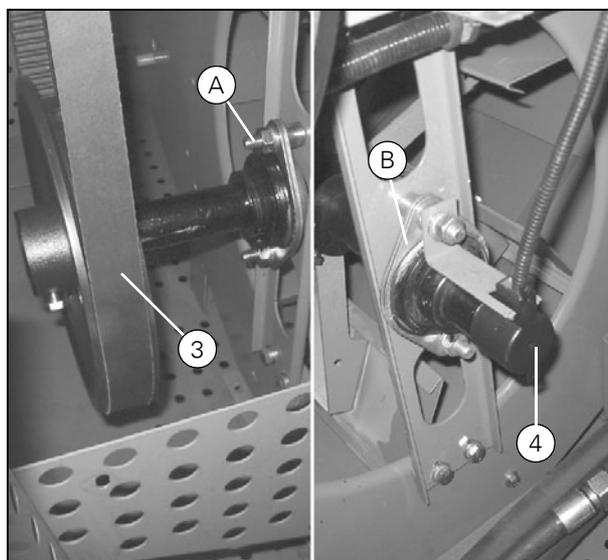

Рисунок 2
8. Снимите внешний подшипниковый фланец на обеих сторонах (А) + (В) (Рис. 2).
- Отрегулируйте зазор (С) между лопастями вентилятора и задним краем корпуса веялки до значения  $8 + 2/-0$  мм. Разность значений на левой и правой стороне не должна превышать 2 мм. Регулировка производится перемещением фланцевых подшипников (А) + (В) (Рис. 2) (нижние отверстия крепления подшипников выполнены в виде пазов). Убедитесь, что расстояние (D) составляет мин. 8 мм.